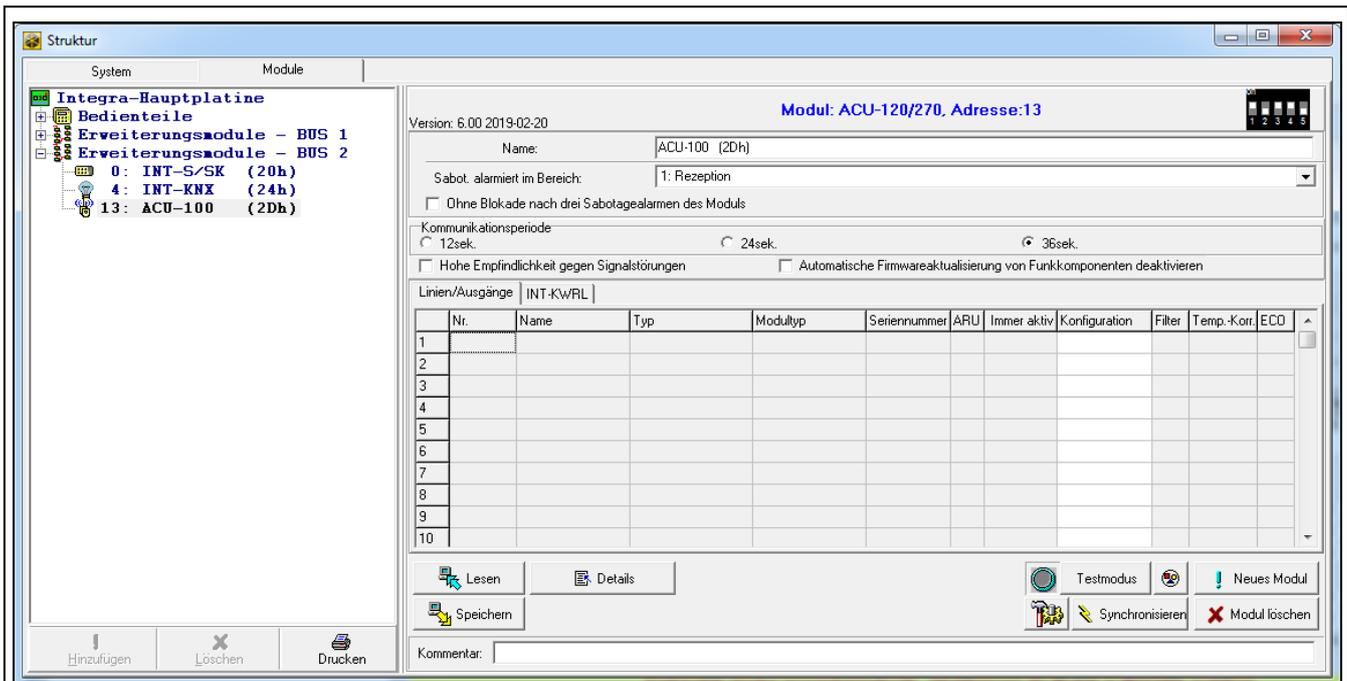

Abb. 10. Programm DLOADX: Parameter und Optionen des an die Zentrale INTEGRA / INTEGRA Plus angeschlossenen Funkbasismoduls.
- Programm DLOADX: Fenster „Struktur“ →Registerkarte „Module“ →Zweig „Erweiterungsmodule“ →[Name des Funkbasismoduls] (Abb. 10).